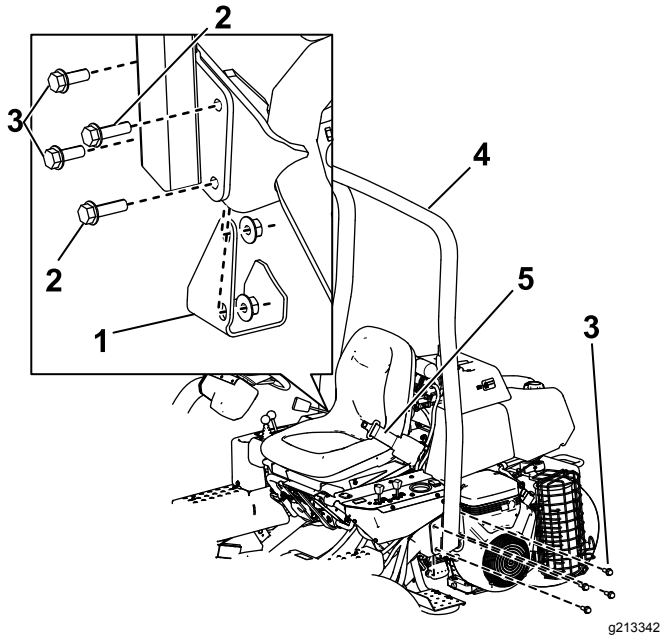

Bild 6
2. Senken Sie den Überrollbügel (Bild 6) auf die Befestigungshalterungen ab. Fluchten Sie die Befestigungslöcher aus.
3. Befestigen Sie die linke Seite des Überrollbügels mit vier Schrauben (½" x 1½") und Sicherungsmuttern an der Befestigungshalterung (Bild 6).
5. Befestigen Sie die rechte Seite des Überrollbügels und das vorher entfernte Steckpolster mit zwei Schrauben (½" x 1½"), zwei Schrauben (½" x 1¾") und Sicherungsmuttern an der Befestigungshalterung, wie in Bild 6 abgebildet.